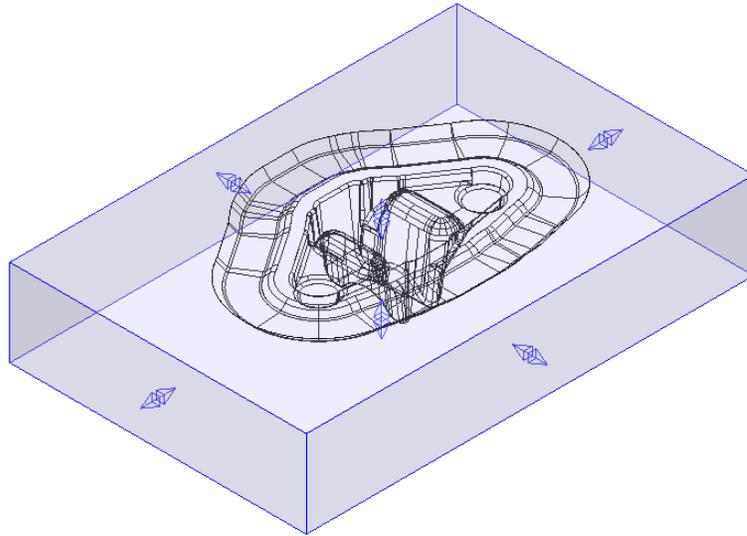

Figura 2.127 Bloque mostrado con el modelo alambre.
- Hacer clic en el botón Calcular para definir una forma cuboide incluida en el molde, y hacer clic en Aceptar para cerrar el cuadro de diálogo (Figura 2.127).